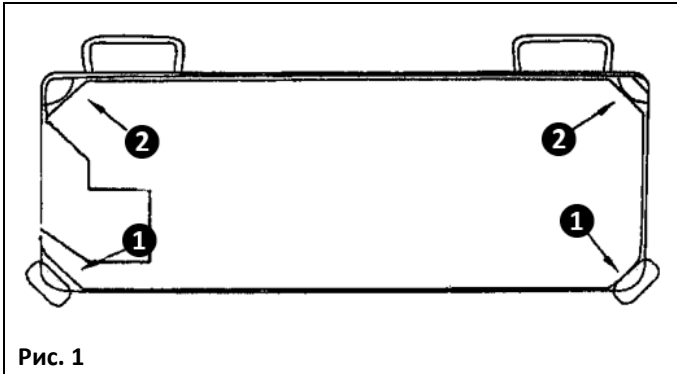
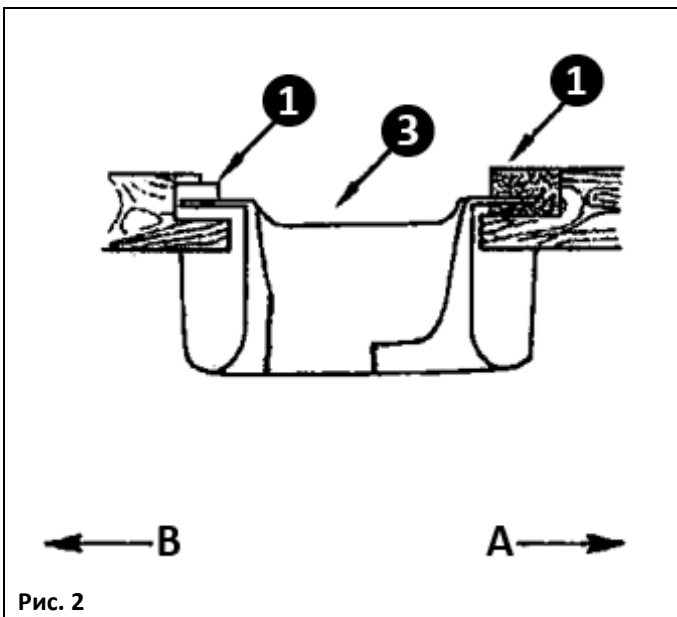

Рис. 1
Рис. 2
- 2) Установите амортизаторы ① на стороне А масляного поддона ③ (на стороне, обращенной к оператору); установите амортизаторы ② на стороне В масляного поддона ③ (сторона петель), после чего зафиксируйте масляный поддон ③ (рис. 1, рис. 2).